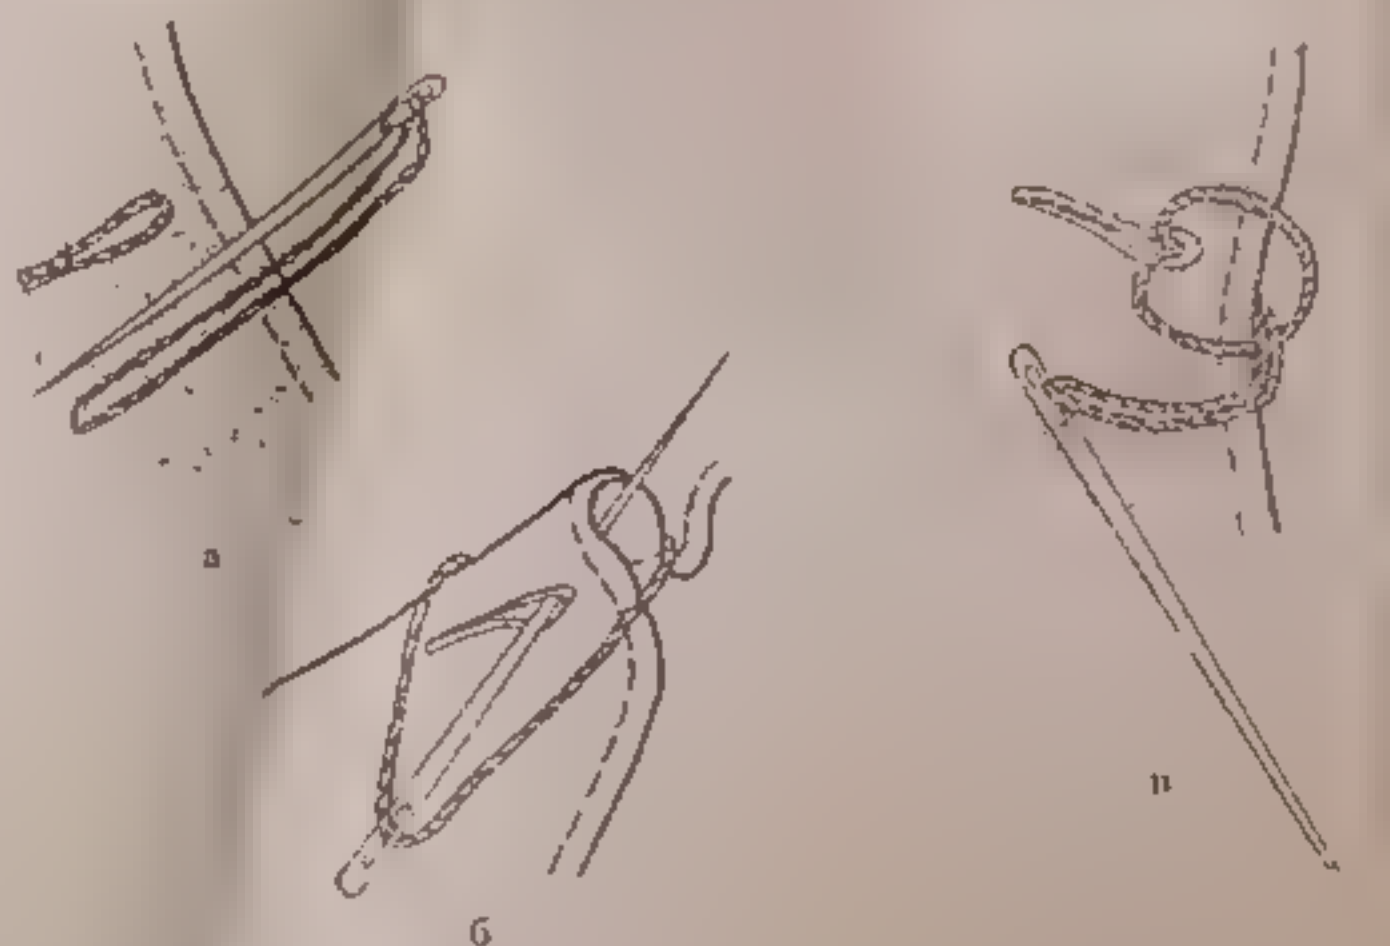

Рис.10. Иголка-загадка
доходила до острия (рис. 10,а). Головоломка готова.
- 2) вставить в петельку иглку (рис. 10,б),
- 3) затянуть веревочную петлю (рис. 10,в).